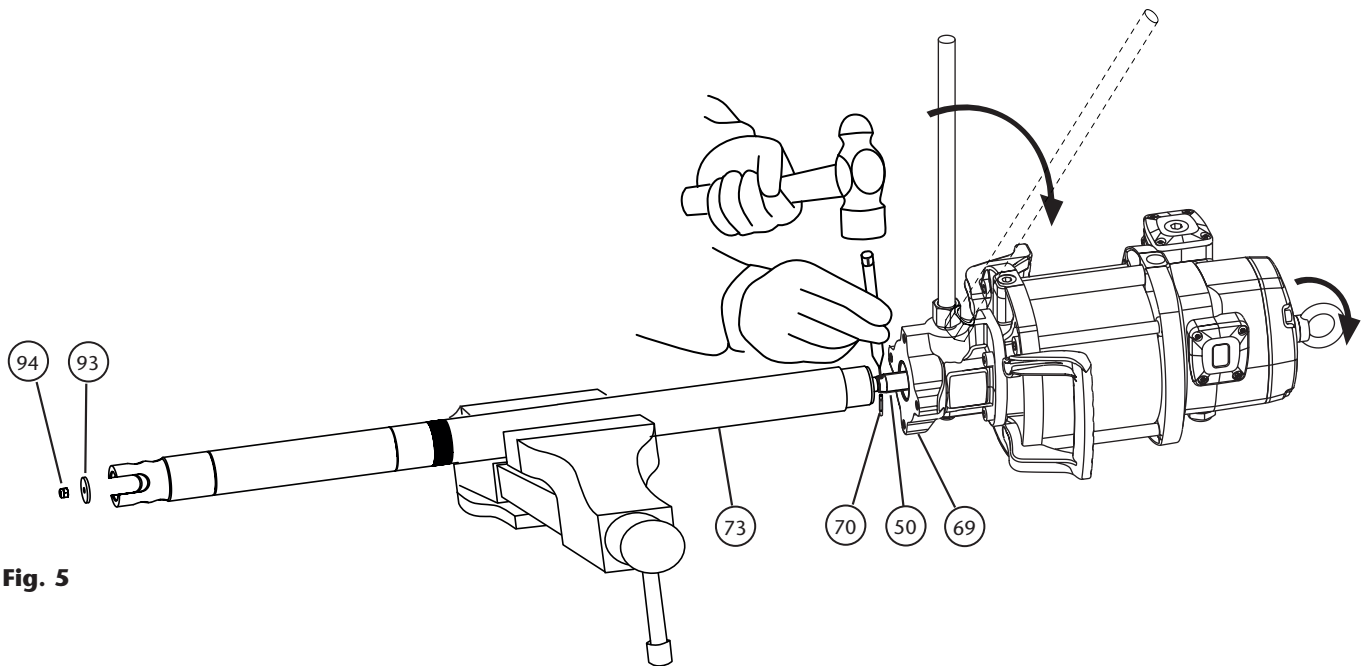

Fig. 5
1. Fix the pump in a vise in horizontal position (fig. 5). Gently blow with a hammer the upper tube (73) close to the body (69) in order to break the thread locker.
2. Unscrew the nut (94) and remove the primer (93).
4. Once unscrewed, pull the motor away until the elastic pin (70) into the rod (49) becomes visible. With a hammer and a suitable pin punch, eject the pin (70). The motor becomes loose.
1. Fije la bomba en posición horizontal en una mordaza (fig. 5). Dé unos golpes con un martillo en el tubo superior (73), cerca de la unión con el cuerpo (69) para romper el sellador de rosca.
2. Desenrosque la tuerca de cebador (94) y desmonte éste (93).
4. Una vez desenroscado, tire del motor hasta ver el pasador (70) del vástago (49). Con un martillo y un botador, saque el pasador (70). El motor queda suelto.